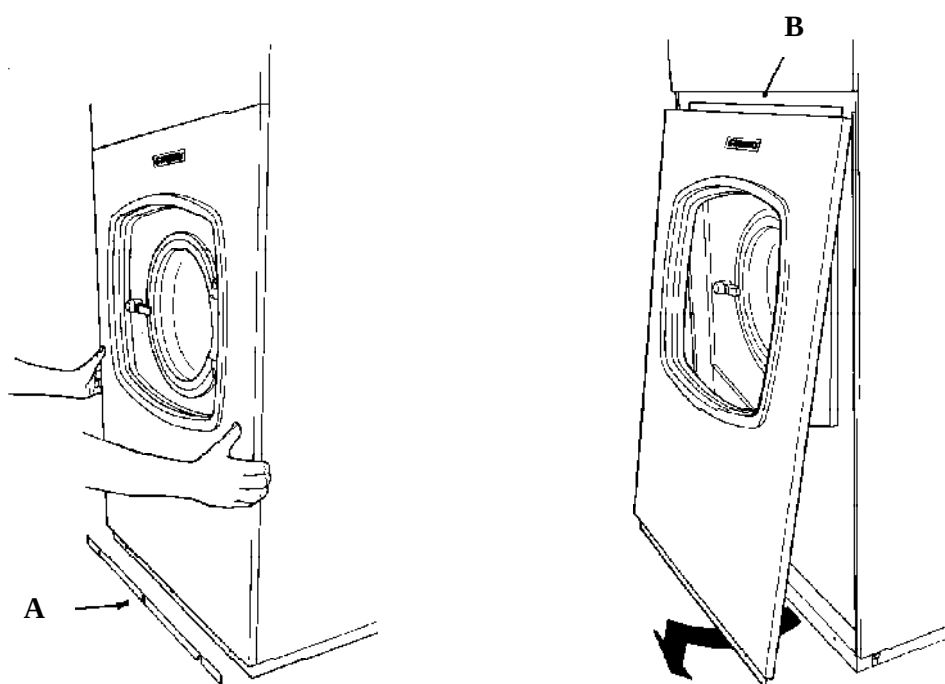

fig. 8
- Remove the three screws holding the toe plate and the front guard (*fig. 8/A*).
- Desmontar los tres tornillos de fijación del zócalo y de la tapa frontal. (*fig. 8/A*)
- Démonter les trois vis de fixation du socle et du carter frontal (*fig. 8/A*).
- Re-assemble the front guard and the toe plate. The control panel pivot (*fig. 8/B*) must be placed in the front guard hole.
- Montar de nuevo la tapa frontal y el zócalo. El pivote del panel de mandos (*fig. 8/B*) debe alojarse en el taladro de la tapa frontal.
- Monter de nouveau le protecteur frontal et le socle. Il faut que le pivot du tableau de commandes (*fig. 8/B*) soit placé dans le trou du protecteur frontal